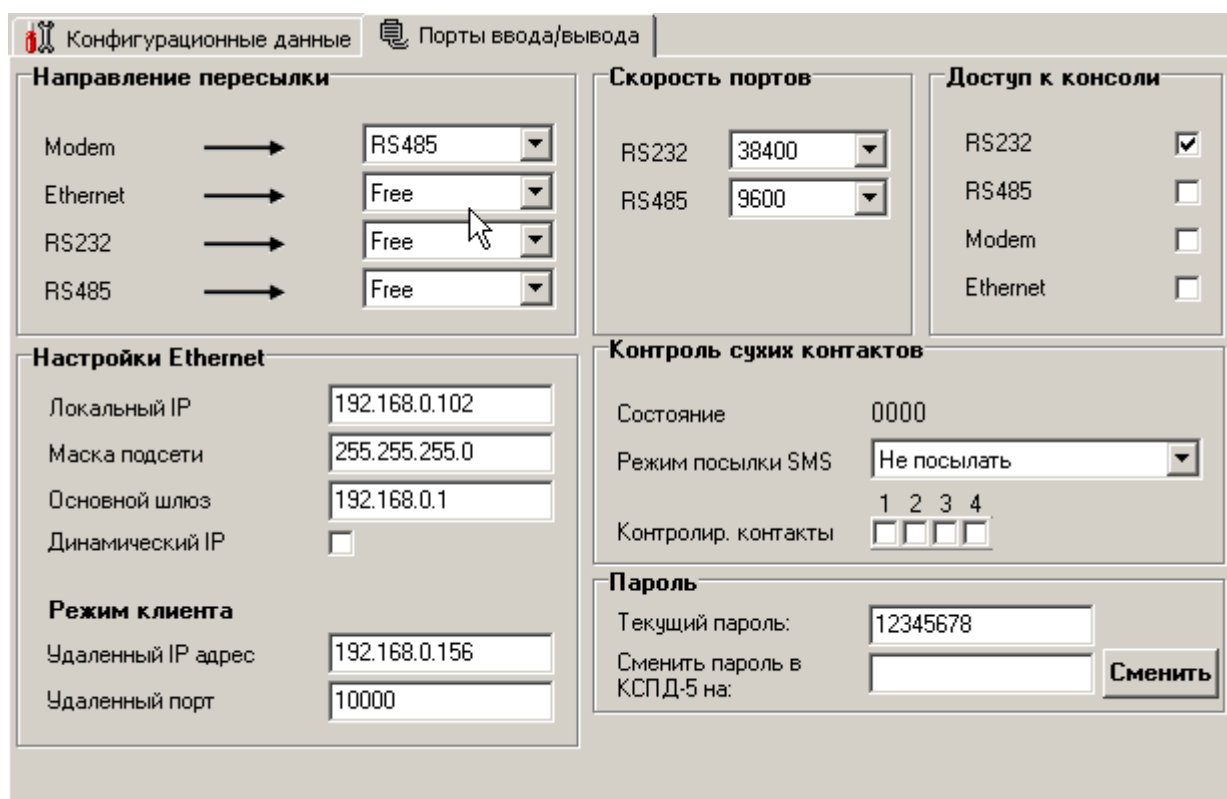

Рисунок 12. Порты ввода-вывода
Примечание2: перед тем как подтвердить запись данных необходимо ввести пароль на вкладке «Порты ввода/вывода» (рисунок 12).
Для настройки портов связи КСПД-5 переходим на вкладку «Порты ввода-вывода» окна режима Эксперта (рисунок 12). Окно «Порты ввода-вывода» содержит пять информационных блоков:
- ввести пароль КСПД-5 на вкладке «Порты ввода/вывода» (рисунок 12);